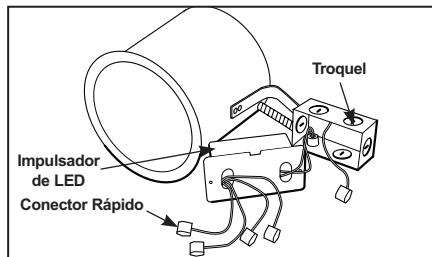

Figura 5
Paso 2. Quite la tapa de la caja de empalmes. Quite el/los troquel(es) apropiados para acomodar el tipo de suministro eléctrico que se está usando. (Figura 5).
Paso 3. Pele el alambre de suministro 3/8" e inserte cada alambre de suministro en el conector correspondiente. Conecte el alambre negro del accesorio al caliente, el alambre blanco del accesorio al neutral y el alambre verde del accesorio a tierra. (Figura 5).